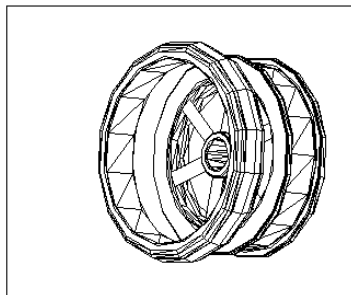

图 2-10
14. 移动上述实体。单击  按钮或者在命令行直接输入 move。将小轮从 (-400, 0, 0) 点移动到 (0, 0, 0) 点，如图 2-10 所示。